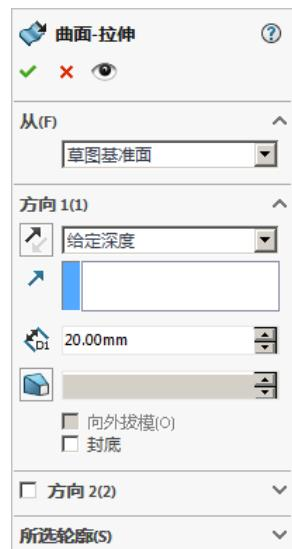

图 6.4.4 “曲面-拉伸”对话框
Step4. 定义深度属性。在“曲面-拉伸”对话框（图 6.4.4）中设置深度的属性。
(1) 确定深度类型。在“曲面-拉伸”对话框**方向 1(1)** 区域的下拉列表中选择**给定深度**选项，如图 6.4.4 所示。
(2) 确定拉伸方向。采用系统默认的拉伸方向。
(3) 确定拉伸深度。在“曲面-拉伸”对话框**方向 1(1)** 区域的文本框中输入深度值 20.00，如图 6.4.4 所示。